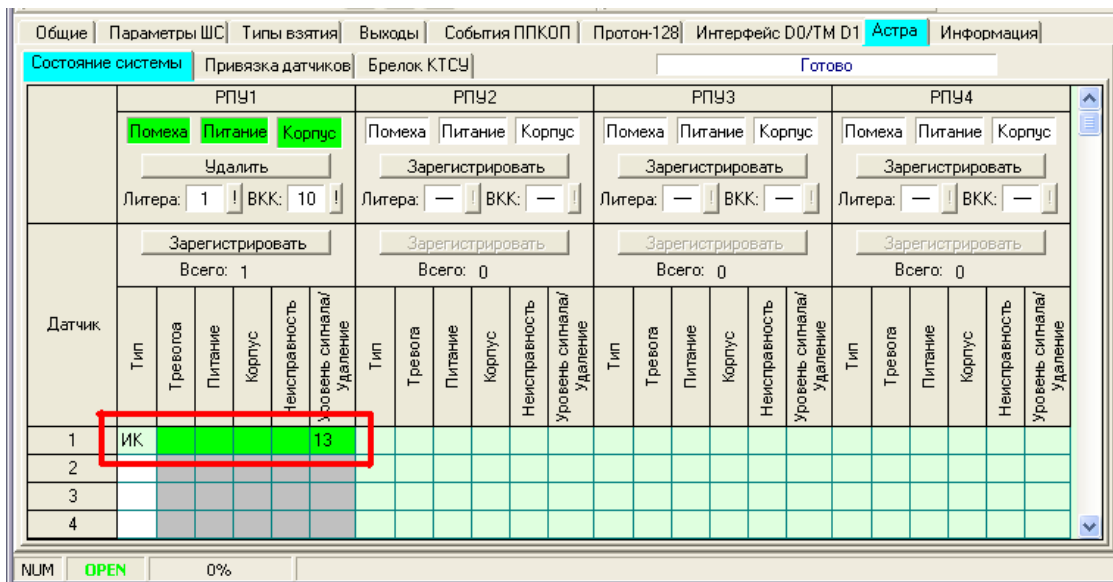

Рисунок 3.26
7) Зарегистрированный датчик появится в списке (рис. 3.26).
- при использовании брелка **Астра КТСУ** для функции тревожной кнопки, необходимо произвести его сопоставление с требуемым номером ШС (рис.3.26 столбец «ШС»);